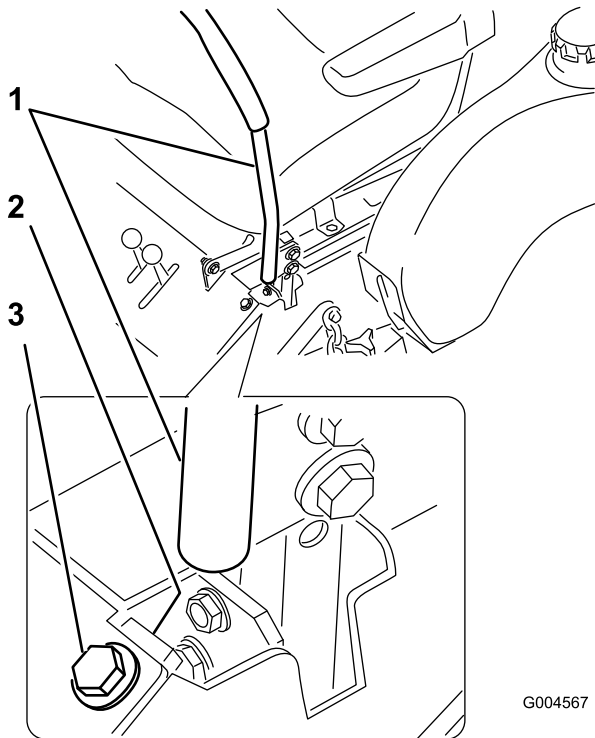

Figure 50
3. Déplacez la butée jusqu'à ce que la machine roule en ligne droite (Figure 50).
4. Serrez le boulon situé devant le levier de commande (Figure 50).